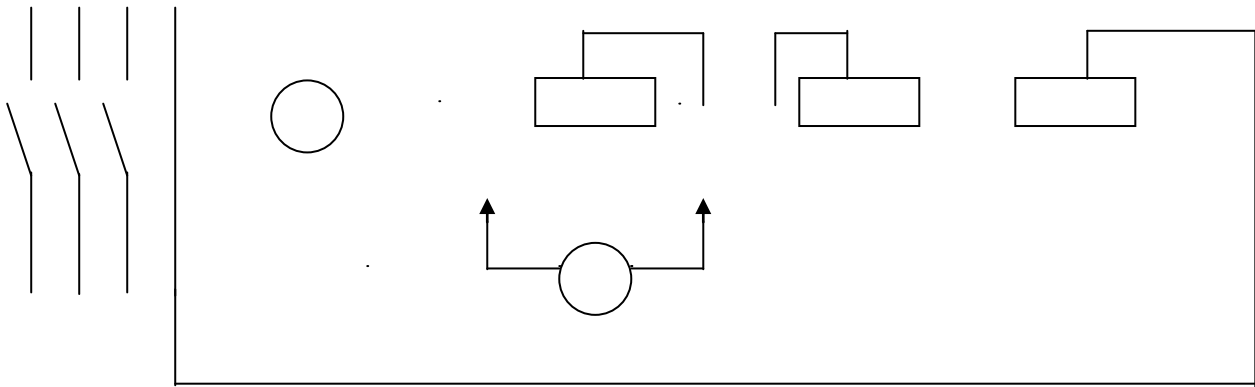

Рис. 1. Последовательное включение резисторов
2. Собрать электрическую схему согласно рис.1.
- Снять показания амперметра A_1 - полный ток цепи - Рис. 1. Все данные занести в таблицу 1.